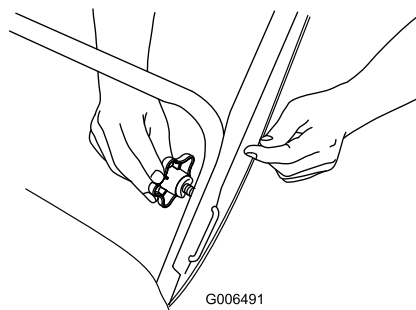

Figura 5
2. Inserite l'estremità del blocco della stegola a forma di U nel foro aperto della stegola stessa e serrate le manopole della stegola in modo da inserirle perfettamente (Figura 5).